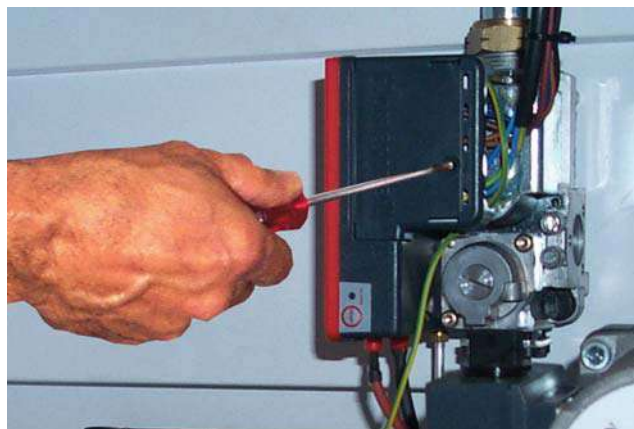

fig. 8
2. Демонтируйте электронный блок управления газовым клапаном ( рис. 8);